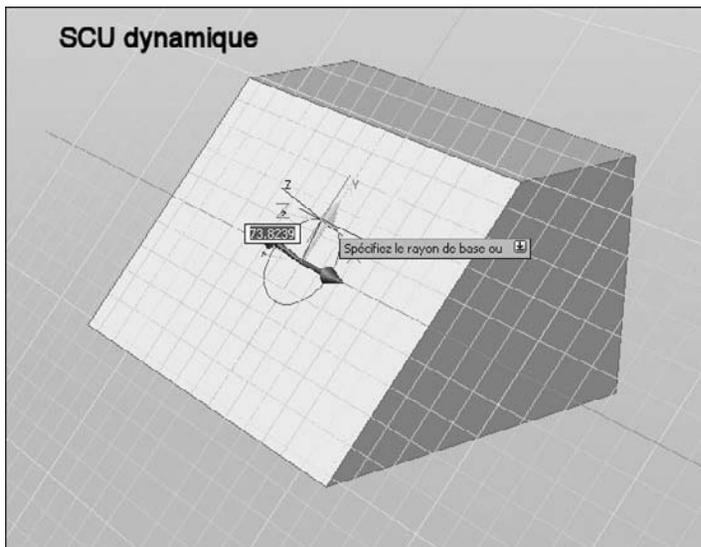

Fig.15.32
- ▶ **Suivre le SCU dynamique** (Follow Dynamic UCS) : modifie le plan de grille afin qu'il suive le plan XY du SCU dynamique (fig.15.32).